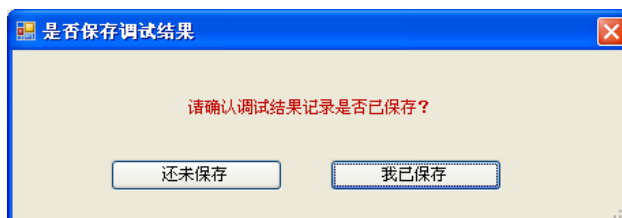

图4-20 保存提示窗口
14. 在主窗口下方点击**停止调试 (I)**，屏幕弹出如图 4-20所示提示窗口。